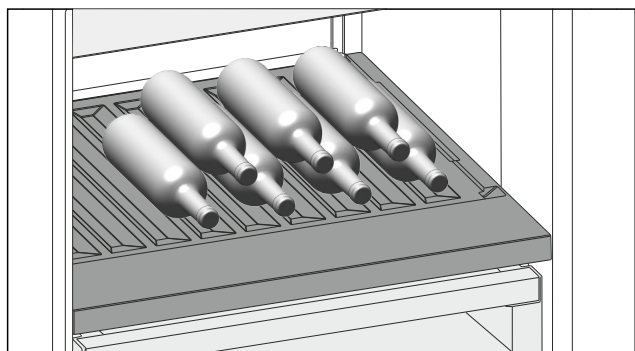

Fig. 125
- ▶ Placer les bouteilles avec le fond orienté vers la paroi arrière de l'appareil. (voir Fig. 125)